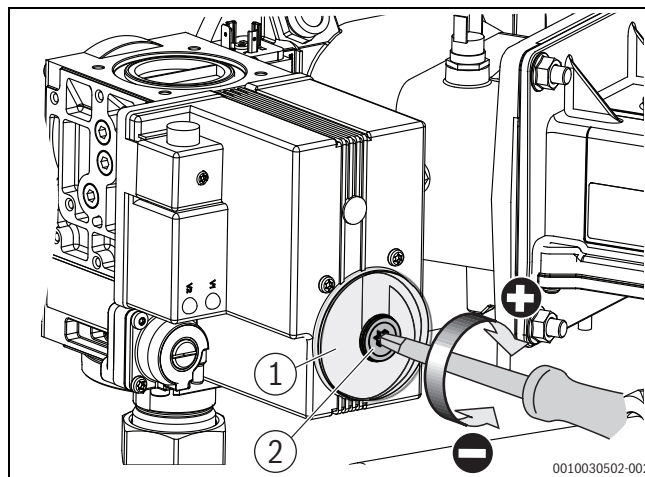

Bild 5 O₂-Gehalt bei Volllast einstellen (Kesselgröße 150 kW [bis V03] – 300 kW)
- ▶ Schutzkappe an der Gasarmatur abnehmen (→ Bild 5).
- ▶ O₂-Werte an der Volllast-Einstellschraube auf 5,4 % einstellen (→ Bild 5).